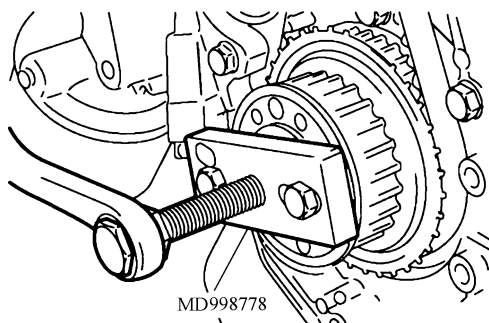

图 28-23 安装专用工具
1) 如图 28-23 所示, 安装专用工具 MD998778。